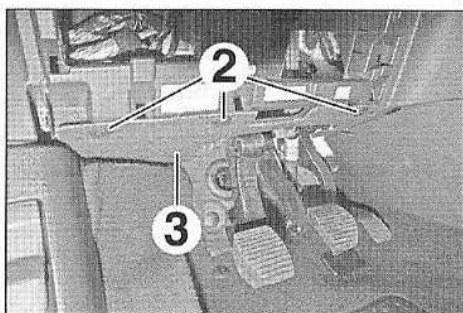

FIG.34
- Déposer (Fig.34) :
- les agrafes (2),
- la garniture inférieure gauche (3).